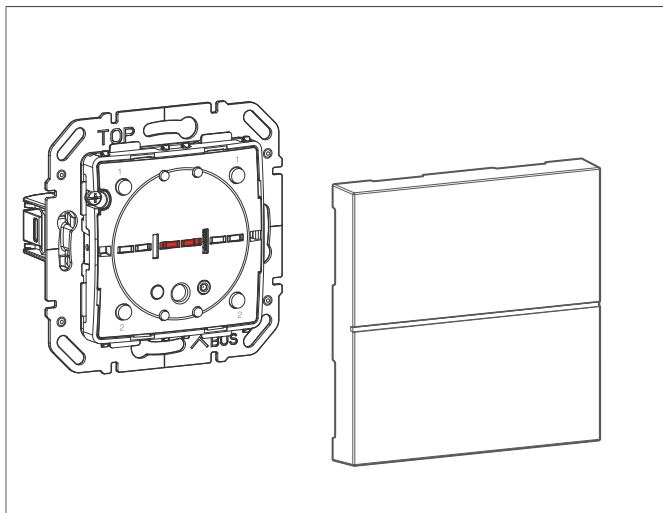
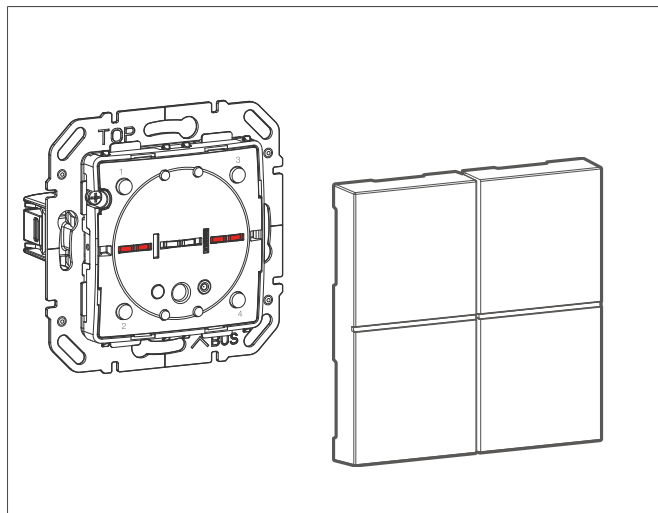

Fig. 2: Copertura per pulsante, 2 canali, 2 pulsanti
Fig. 3: Copertura per pulsante, 4 canali, 4 pulsanti
- LED di stato a seconda della versione del dispositivo (Fig. 2 e Fig. 3)